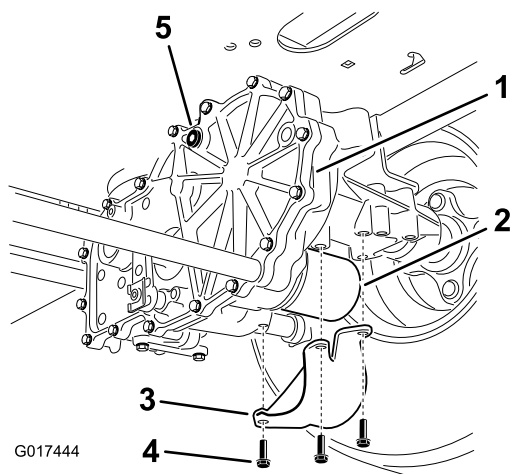

Figura 69
- Individuate il filtro e le protezioni su ogni sistema di trasmissione (Figura 69).
- Rimuovete le 3 viti con cui è fissata la protezione del filtro (Figura 69).